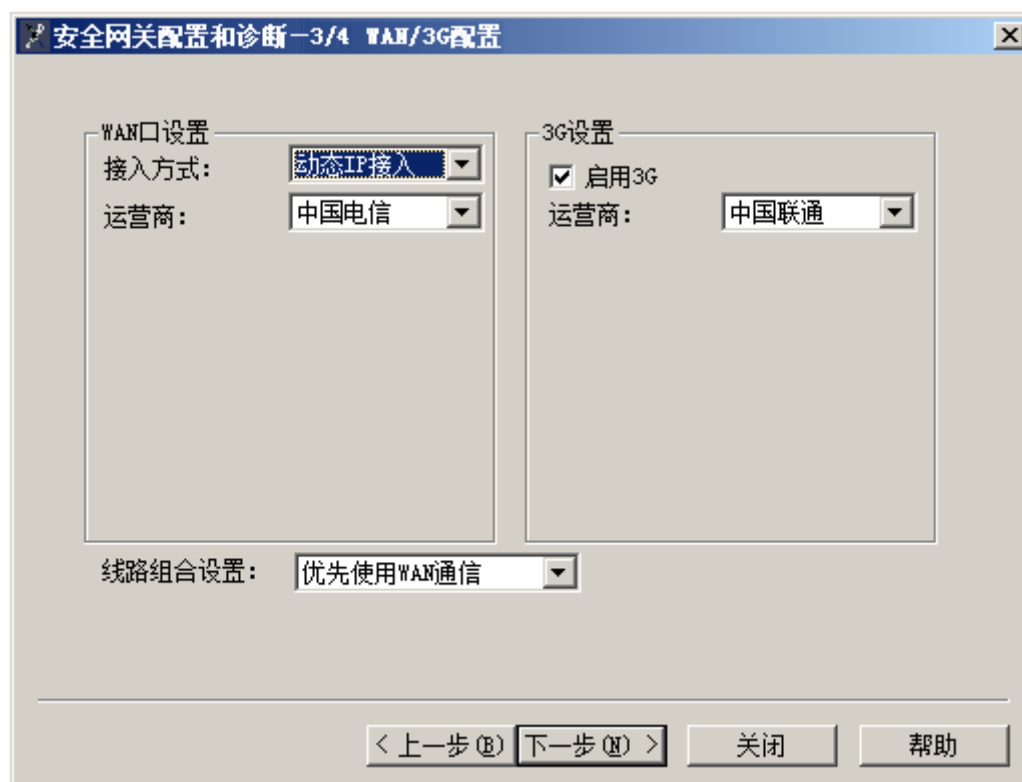

图 2-19 WAN/3G配置
- 点击“下一步”进入“WAN/3G配置”界面，如图 2-19所示进行WAN口和 3G配置。根据用户实际网络接入方式设置接入方式和运营商。若需用到 3G，则勾选“启用 3G”，同时选择运营商。当两种通信方式组合使用时，需要设置一种优先通信方式，在“线路组合设置”栏中选择其一，默认设置为“优先使用WAN通信”。